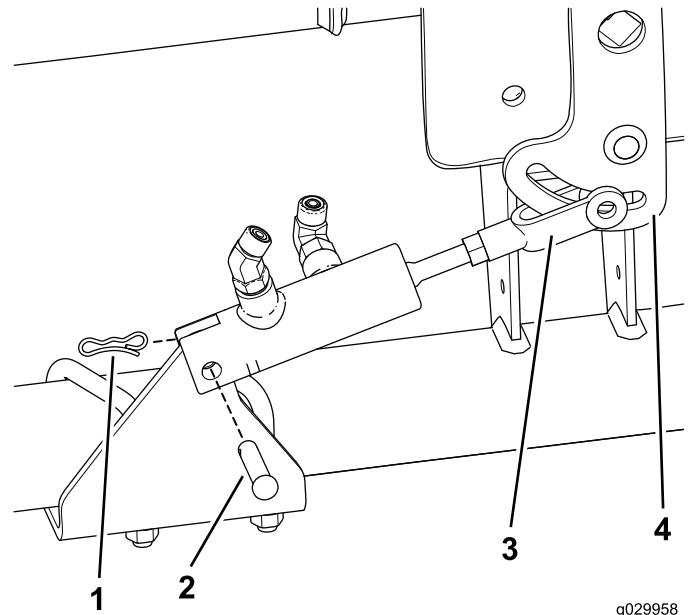

Figure 8
- Fixez le vérin hydraulique à son support avec l'axe de chape et la goupille fendue de verrouillage (Figure 8).
- Placez les trous dans la bielle de frein de chaque côté de la fente du levier de commande de déplacement (Figure 8).